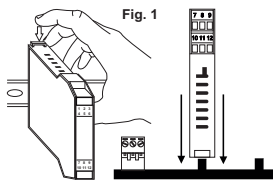

Fig. 1
- 2) Inserire il connettore posteriore IDC10 del modulo su uno slot libero dell'accessorio per guida OMEGA come illustrato in Fig.1. (l'inserimento è univoco perchè i connettori sono polarizzati).
- 3) Per fissare il modulo alla guida OMEGA stringere i due ganci posti ai lati del connettore posteriore IDC10 come illustrato in Fig.1.